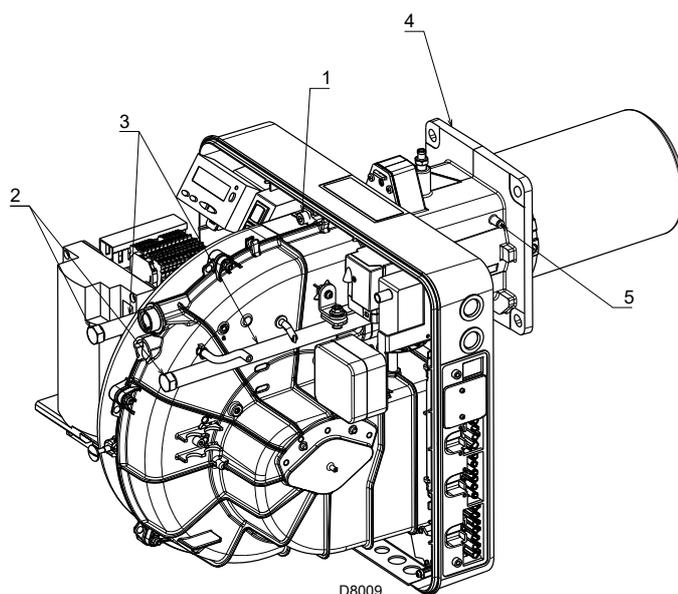

图 21
- 插好探针及电极电缆，然后将燃烧器推离管路连接处至图 21 所示位置；